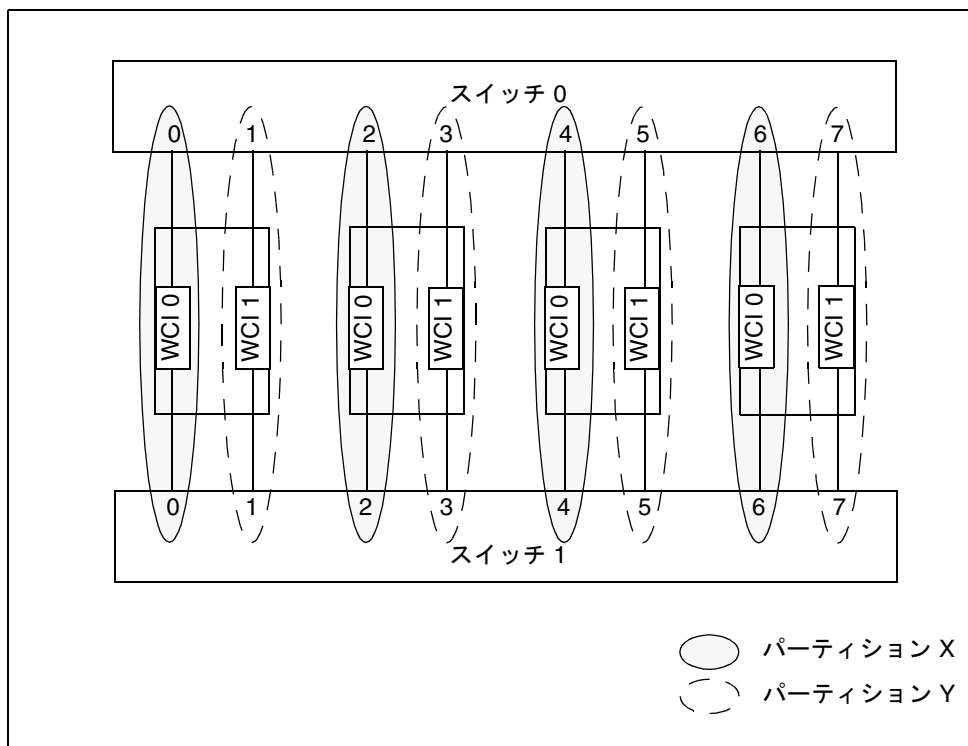
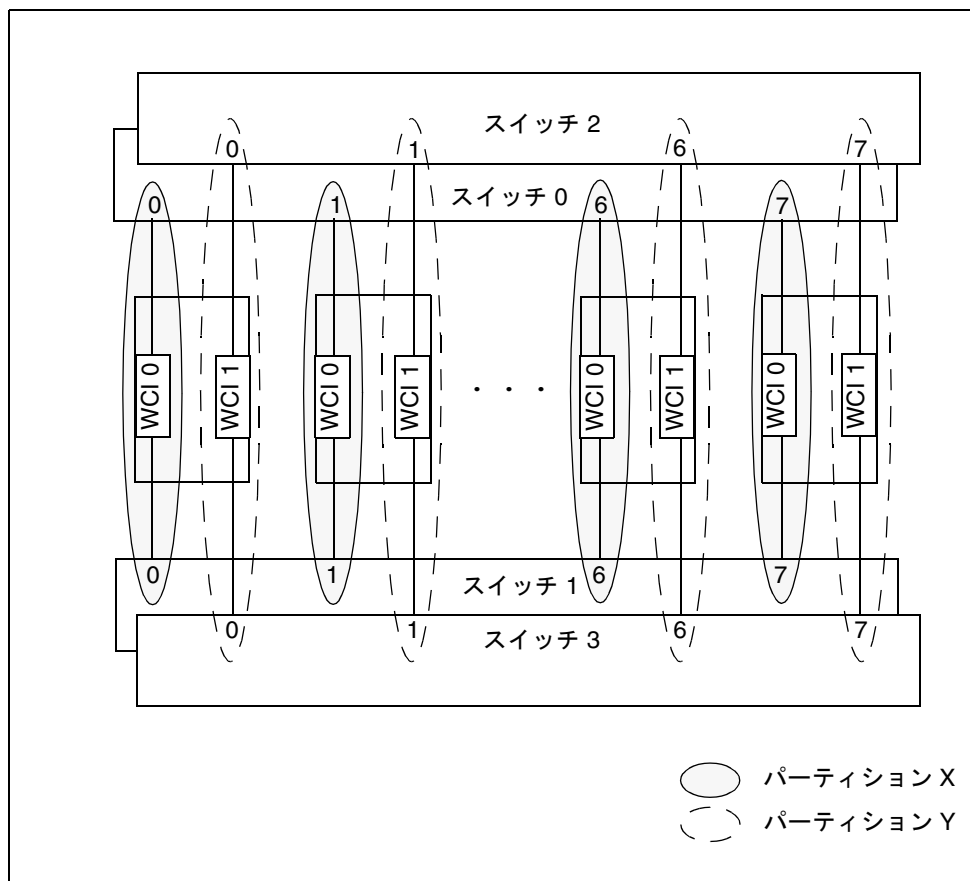

図 6-3 デュアルコントローラの例 - ノード 4 つとスイッチ 2 つの構成で、ノードごとに RSM コントローラが 2 つ存在
図 6-4 デュアルコントローラの例 - ノード 8 つとスイッチ 4 つの構成で、ノードごとに RSM コントローラが 2 つ存在
このため、各ドメインの 2 つの Sun Fire Link ASIC は、それぞれ別のパーティションに対応づけられ、各パーティションの管理に、それぞれ別の RSM コントローラが割り当てられます。こうして、一方の ASIC と、その ASIC が制御する 2 つの光ポートが、主ネットワークインタフェースの働きをします。もう一方の ASIC は、主ネットワークインタフェースに問題が発生した場合に使用されます。図 6-3 と図 6-4 は、デュアルコントローラクラスタの構成例です。
- 各ノードの 2 つの Sun Fire Link アセンブリを 2 つのパーティション間で分割する必要があります (図 6-3 と図 6-4 を参照)。
- クラスタにスイッチが 2 つある場合は、2 つのパーティションの間でその 2 つのスイッチを共用する必要があります。つまり、各スイッチを両方のパーティションに割り当てる必要があります (図 6-3 を参照)。
- クラスタにスイッチが 4 つある場合は、それぞれのパーティションにスイッチを 2 つずつ割り当てる必要があります (図 6-4 を参照)。
- クラスタにスイッチが 2 つある場合は、2 つのパーティションの間でその 2 つのスイッチを共用する必要があります。つまり、1 つのスイッチを両方のパーティションに割り当てる必要があります。図 6-3 の例を参照してください。
- クラスタにスイッチが 4 つある場合は、それぞれのパーティションにスイッチを 2 つずつ割り当てる必要があります。図 6-4 の例を参照してください。